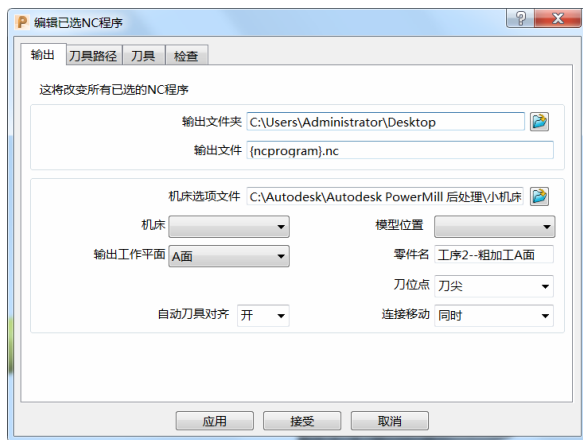

图 5-112
- 2) 在资源管理器中“NC 程序”标签下找到与刀具路径同名的 NC 程序, 右击程序名, 在菜单中选择“编辑已选”, 弹出“编辑已选 NC 程序”表格, 如图 5-112 所示。